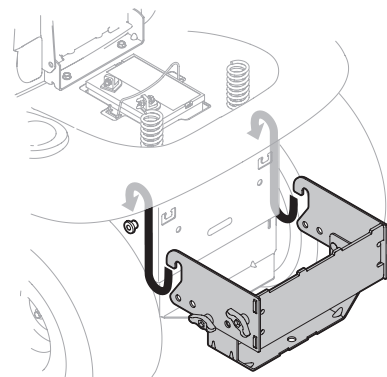

Figura 3
1. Coloque los extremos con gancho del conjunto de montaje sobre los pernos con reborde del tractor y alinee el orificio central de la ménsula de soporte del enganche con el orificio del enganche del tractor. Consulte la Figura 3.